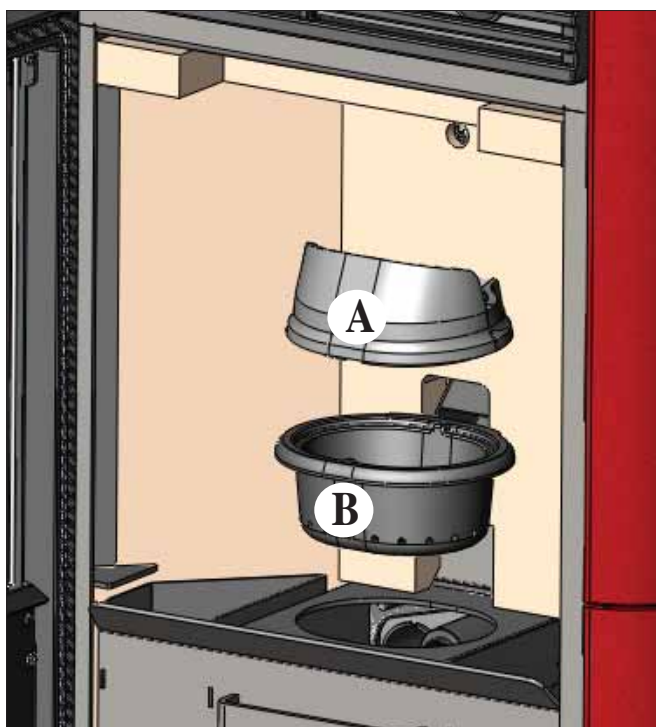

fig. 1
Efter den normale rengøring kan **UKORREKT** sammenkobling af det øvre forbrændingskammer (A) (fig. 1) med det nedre forbrændingskammer (B) (fig. 1) kompromittere brændeovnens drift.